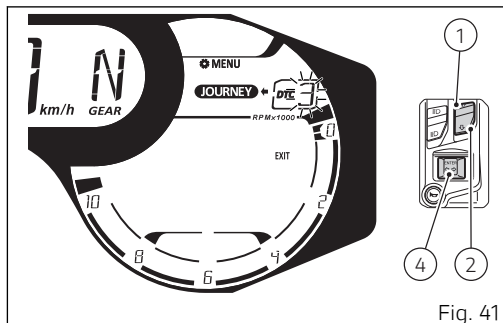

Fig. 41
Al entrar en la función el nivel de intervención del DTC actualmente programado comienza a destellar (Fig. 41). Con los pulsadores (1) y (2) es posible seleccionar cíclicamente los valores “-” (DTC OFF), “1”, “2”, “3”, “4” y la inscripción “EXIT” con borde parpadeante.